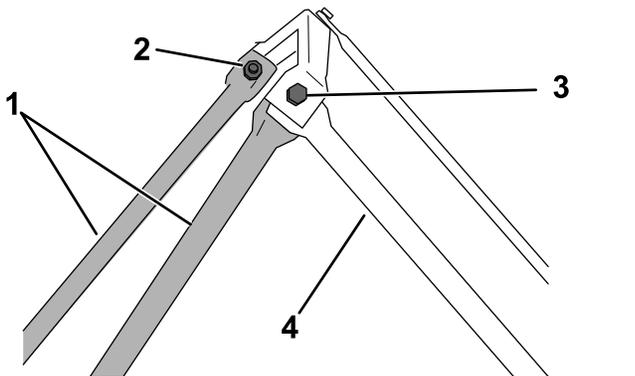

Figura 7
3. Sujete los 2 tubos laterales del bastidor y los 2 montantes delanteros al tubo delantero del bastidor (**Figura 7**).